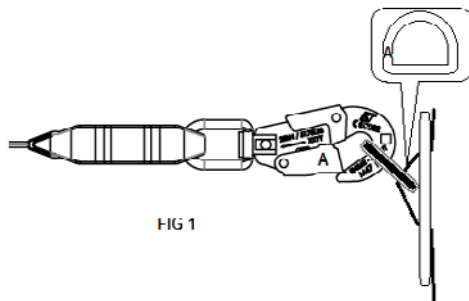

FIG 1
5. Vajern är ansluten till säkerhetsseleens D-ring på ryggen med hjälp av en permanent automatisk kopplingsanordning (M47) enligt EN 362:2004 (fig.1). Det är förbjudet att använda en förlängning mellan säkerhetsseleens D-ring och bloctor. bloctor™ 1.8 kan anslutas till förankringspunkten på fram- och bakstycket.